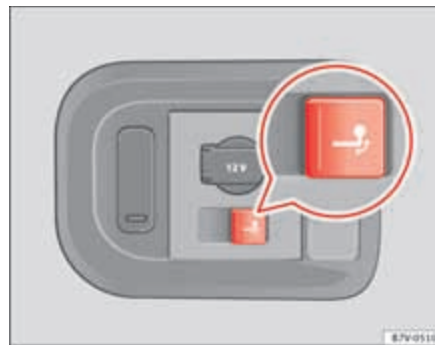

Fig. 153 Lado derecho del maletero: botón para bascular eléctricamente la rótula del enganche.
- Tire brevemente del botón ⇒ fig. 153. La rótula se desbloqueará eléctricamente y basculará por sí misma hacia afuera; el testigo de la tecla parpadeará.
- Tire brevemente del botón ⇒ página 240, fig. 153. La rótula se desbloqueará eléctricamente; el testigo de la tecla parpadeará.